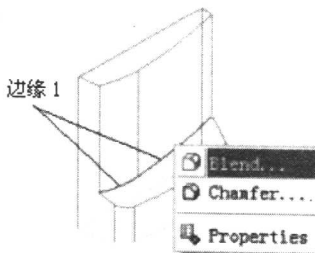

图 1-9 选择边缘 1
- 选择边缘 1，然后右击，选择倒圆 (Blend) 命令，见图 1-9。